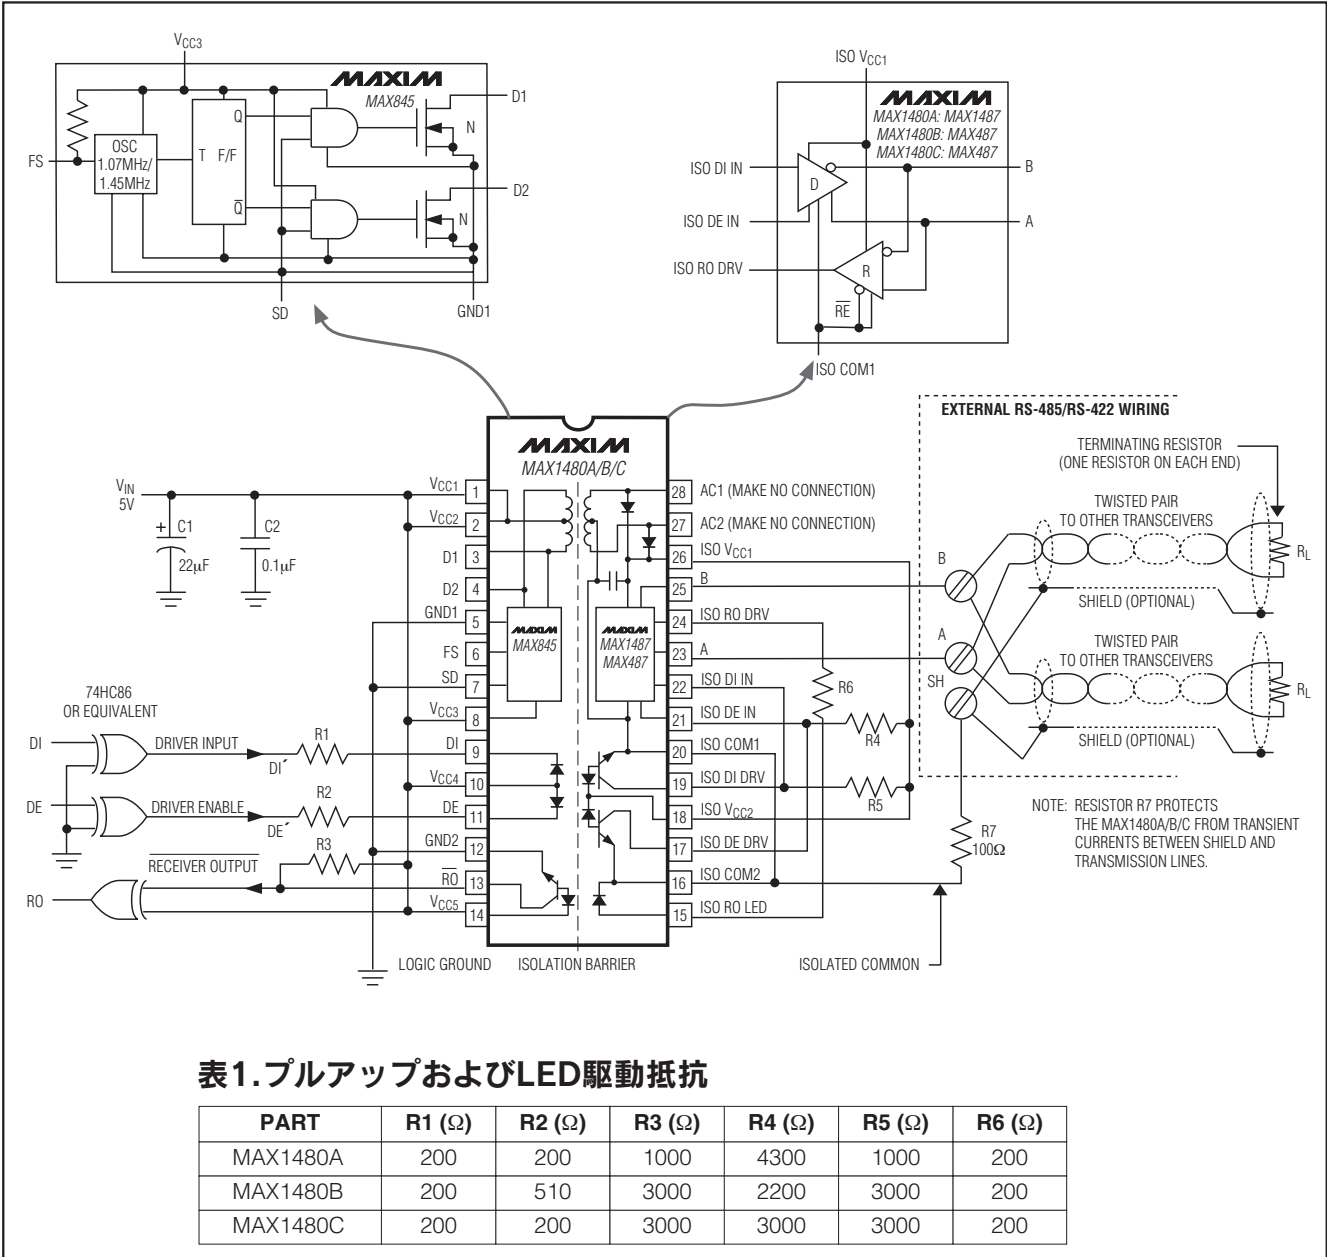
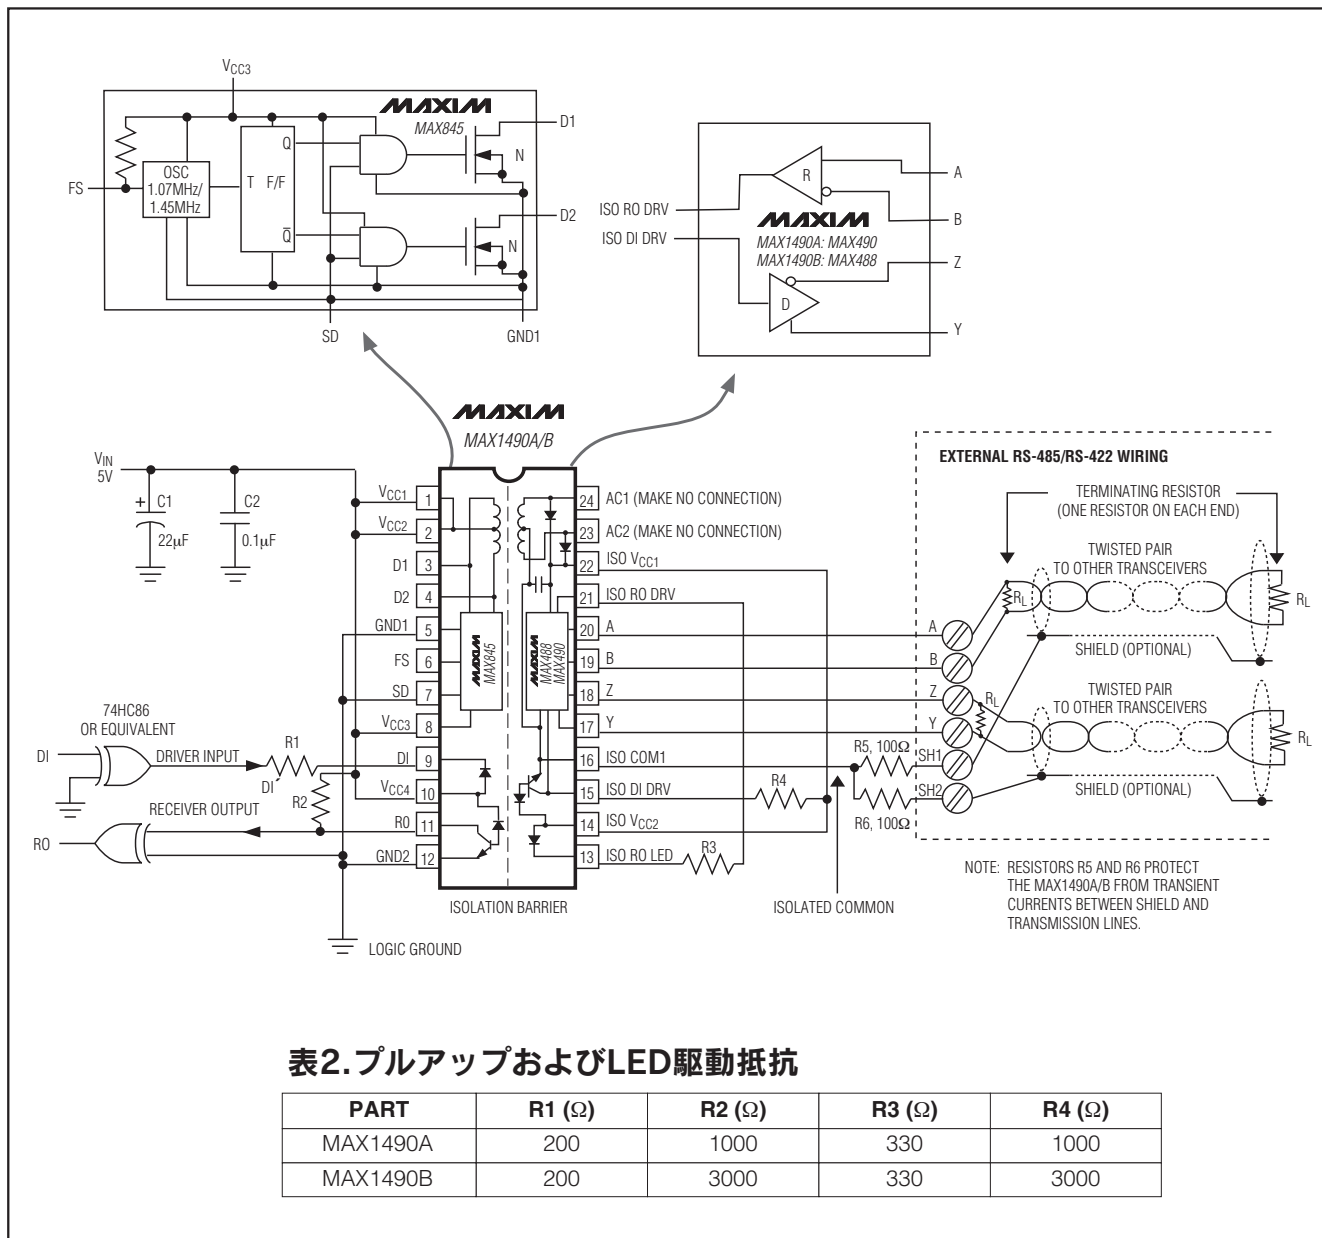

図1. MAX1480A/MAX1480B/MAX1480Cの詳細ブロックダイアグラムおよび標準アプリケーション回路
図2. MAX1490A/MAX1490Bの詳細ブロックダイアグラムおよび標準アプリケーション回路
注：DE'およびDI'端子の説明は「詳細ブロックダイアグラムおよび標準アプリケーション回路」(MAX1480A/B/Cは図1、MAX1490A/Bは図2)を参照してください。
MAX1480A/MAX1480B/MAX1480C/MAX1490A/MAX1490Bは完全に電氣的に絶縁されたRS-485/RS-422データ通信インタフェースソリューションです。トランシーバ、フォトカプラ、パワードライバ、およびトランスが1つの標準的な28ピンDIPパッケージ(MAX1490A/Bでは24ピン)に収容されて完全なインタフェースが提供されます。信号および電力は絶縁バリアを通して内部的に伝えられます(図1および2)。電力はロジック側(非絶縁)からセンタタップ付きのトランスを通してバリアの絶縁側に伝達されます。信号は高速のフォトカプラによってバリア通過します。ロジックサイドの+5V単一電源によってインタフェースの両側に給電します。MAX1480A/B/Cはハーフデュプレックス通信を提供し、MAX1490A/Bはフルデュプレックス通信を行います。入力/出力の機能の関係は表3~6に示されています。
*DE'およびDI'の説明は「詳細ブロックダイアグラムおよび標準アプリケーション回路」(MAX1480A/B/Cは図1、MAX1490A/Bは図2)を参照してください。